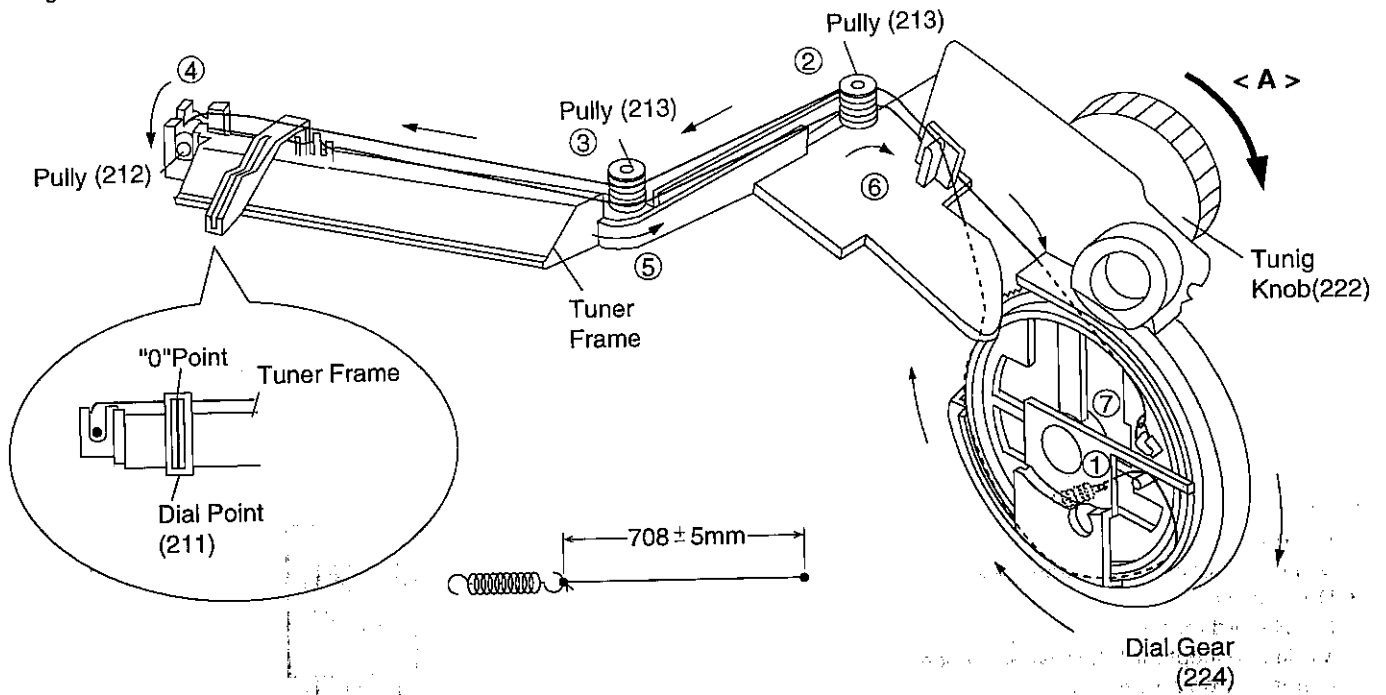

Figure 25
1. Turn the tuning control shaft fully in the direction **<A>** shown in Fig.25 and fix its dial pointer.
1. Die Abstimmreglerachse ganz in die in Abb. 25 gezeigte Richtung **<A>** drehen und den Skalenzeiger befestigen.
⑦
1. Tourner entièrement l'arbre de commande d'accord dans le sens **<A>** indiqué dans la Fig. 25 et puis fixer l'aiguille.